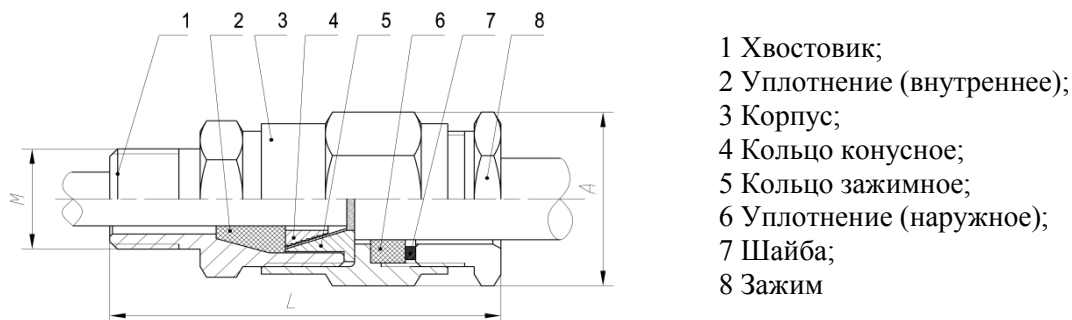

Рисунок 3
При монтаже внешних электрических кабелей следует обратить внимание на то, что внешний диаметр кабеля должен соответствовать диаметру, указанному в маркировке наружного уплотнения (поз. 6, рисунок 3), а диаметр кабеля под бронёй должен соответствовать диаметру, указанному в маркировке внутреннего уплотнения (поз. 2, рисунок 3). Уплотнения кабелей должны быть выполнены самым тщательным образом, так как от этого зависит обеспечение взрывозащиты БУР.
- установить хвостовик поз. 1 (см. рисунок 3) на БУР. Резьбовое соединение хвостовика и оболочки БУР стопорить герметиком или краской. Нанести герметик ВГО-1 ТУ 38.303-04-04-98 или эмаль ЭП-51 ГОСТ 9640-85 на 4-5 ниток резьбы. Поверхности, на которые должна наноситься краска (герметик), предварительно обезжирить ацетоном или бензином БР-1. Соединение монтировать, медленно проворачивая хвостовик по часовой и против часовой стрелки для равномерного распределения герметика (краски), после чего провести окончательную затяжку;
- надеть на кабель детали поз. 8, 7, 6, 3 (рисунок 3) в указанной последовательности;